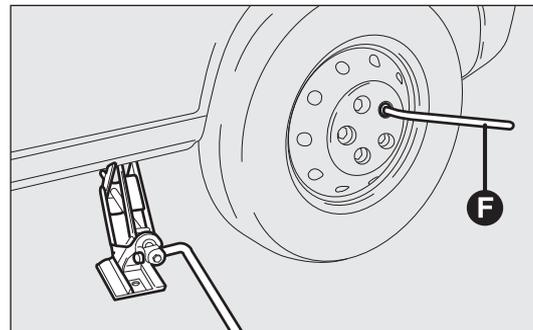

fig. 160
- afloje completamente con la llave F-fig. 160 los tornillos y extraiga la rueda;